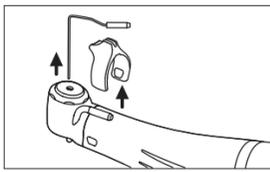

図15
- 3 センター注水ノズル、パイプホルダーを取り外します。(図15)